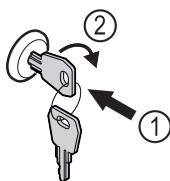

Fig. 177
- ▶ Sätt in nyckeln Fig. 177 (1).
- ▶ Vrid nyckeln 90° medurs Fig. 177 (2).